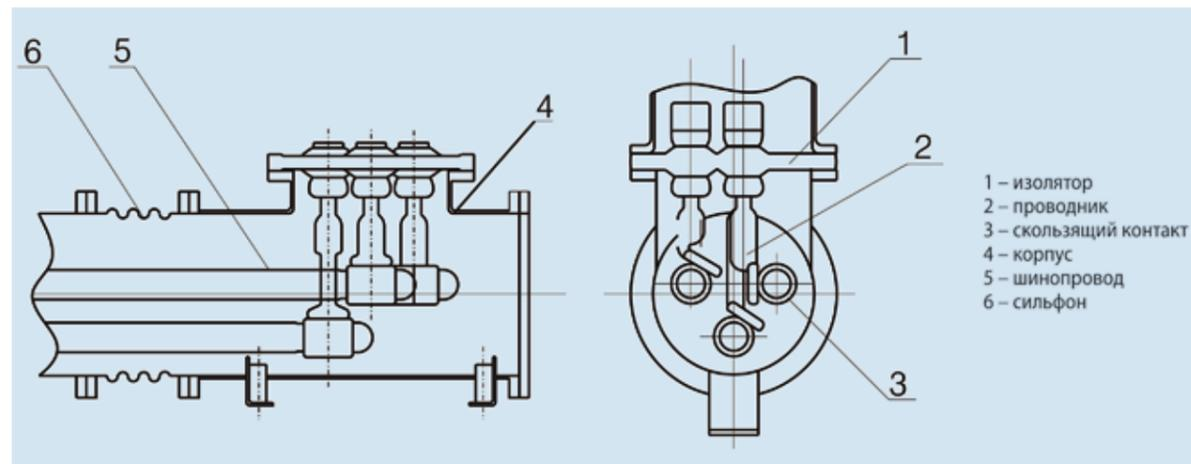

Рис. 3.10 Главная шина
3.7.1 Главная шина (см. рис. 3.10)